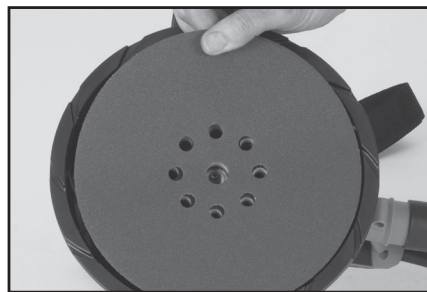

Fig. 4
- Var försiktig och se till att de nio (9) hålen i slipskivan är i linje med de nio (9) hålen i stödplattan. **(Fig. 4)**